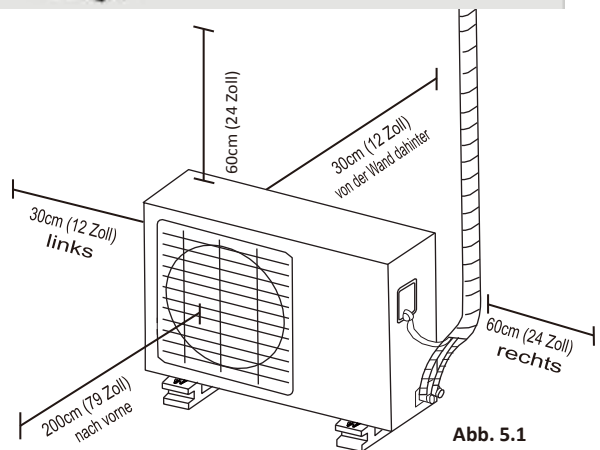

Abb. 5.1
- erfüllt alle Platzanforderungen wie gezeigt in den Installationsplatzanforderungen (**Abb. 5.1**)